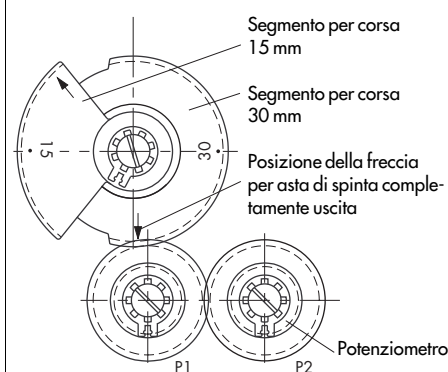

Fig. 9 · Taratura della corsa
#### 4.2.2 Potenzziometro (Fig. 9)
2. In funzione della corsa nominale, ruotare la ruota dentata su 15 o 30 mm sul suo asse, in modo che la freccia di marcatura si trovi sopra il punto di intervento delle ruote dentate (Fig. 9).